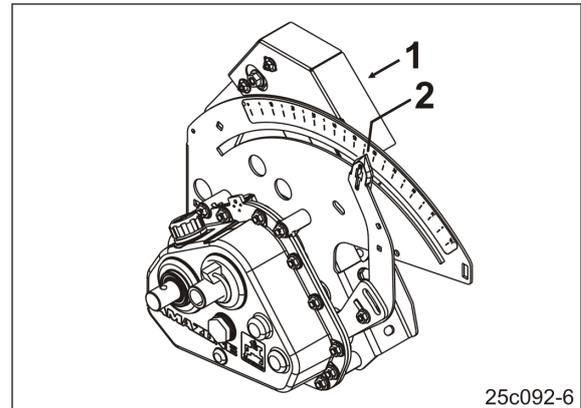

Fig. 31
- Sembradora con electrocilindro (Fig. 31/1).
- Especificar el valor de escala indicado (p. ej. 50, véase las instrucciones de servicio de la sembradora) (Fig. 31/2) para la primera prueba de desprendimiento de semilla.
- El indicador (Fig. 31/2) se desplaza en el valor de escala indicado (p. ej. 50).
- El AmaDrill+ calcula la posición del engranaje necesaria a partir de los datos obtenidos en la prueba de desprendimiento. El indicador (Fig. 31/2) se desplaza hasta el valor de escala calculado.